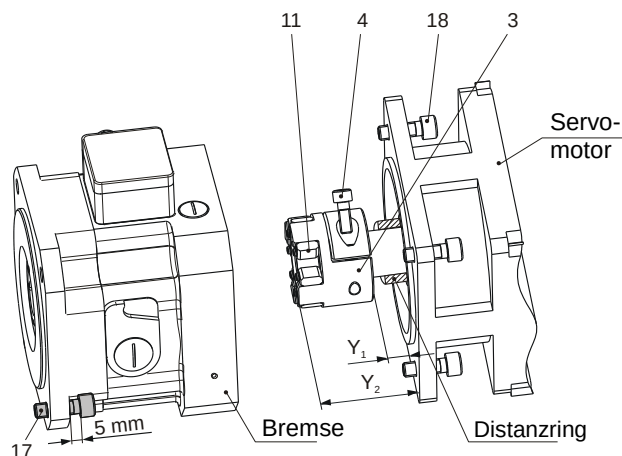

Bild 26
3. Zylinderschrauben (17) für Bremse/Maschine eindrehen (ca. 5 mm Hub lassen, Bild 26).
4. Spannringnabe abtriebsseitig (1) durch axiales Verschieben auf das Montagemaß "W" nach Tabelle in Kapitel **4.5** einstellen. Als fixer Anschlag wird ein abgestimmter Distanzring empfohlen.
5. Zylinderschrauben (2) in Stufen (in 3 bis max. 6 Anzugsumläufen) und über Kreuz auf Anzugsmoment nach Tabelle in Kapitel **4.5** anziehen.
6. Bremse bis Anlage an den Schraubenköpfen (17) (Befestigungsschrauben für Bremse/Maschine) zurückziehen und dann wieder an die Maschine schieben (Grund: Freistellung des Rotors (22)).
7. Zylinderschrauben (17) für Bremse/Maschine anziehen.